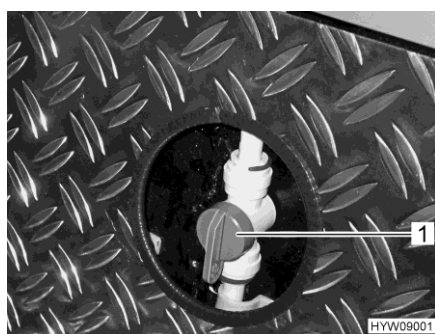

Fig. 172 Vannes d'alimentation (chauffage garage arrière)
- Placer la poignée (Fig. 172,1) de la vanne d'alimentation du chauffage du garage arrière parallèlement à la conduite de chauffage. Le chauffage du garage arrière fonctionne alors à sa puissance maximum.
- Placer la poignée (Fig. 172,1) de la vanne d'alimentation du chauffage du garage arrière dans une position quelconque. L'alimentation en eau chaude du garage arrière se laisse ainsi régler en continu.
- Placer la poignée (Fig. 172,1) de la vanne d'alimentation du chauffage du garage arrière transversalement à la conduite de chauffage. Le chauffage du garage arrière est maintenant éteint.